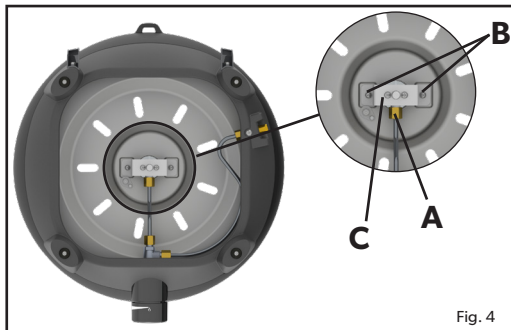
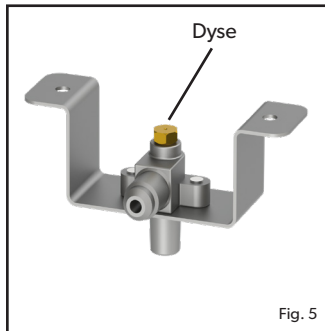

Fig. 4
Fig. 5
- Vi anbefaler å rengjøre eller skifte ut dysene hver sjette (6) måned for å sikre fortsatt effektiv drift av apparatet.
- For å fjerne dysen, fjern alle løse overflater fra enheten og snu baseenheten opp ned. Bruk en passende skiftenøkkel, løsne mutteren (A) (fig. 4). Skru løs de 2 skruene (B) (fig. 4). Fjern braketten (C) for å avdekke munnstykket. (Fig. 5). Fjern strålen med en passende skiftenøkkel. Ikke bruk tang på dysen, da dette kan skade dysen og gjøre den ubrukelig eller umulig å fjerne. Skru den nye strålen inn i ventilten. Ikke stram for mye da dette kan skade strålen.